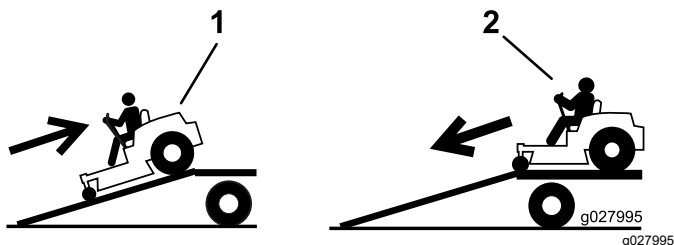

Figura 40
4. Suba a rampa em marcha atrás (Figura 40).
2. Desça a rampa em marcha para a frente (Figura 40).